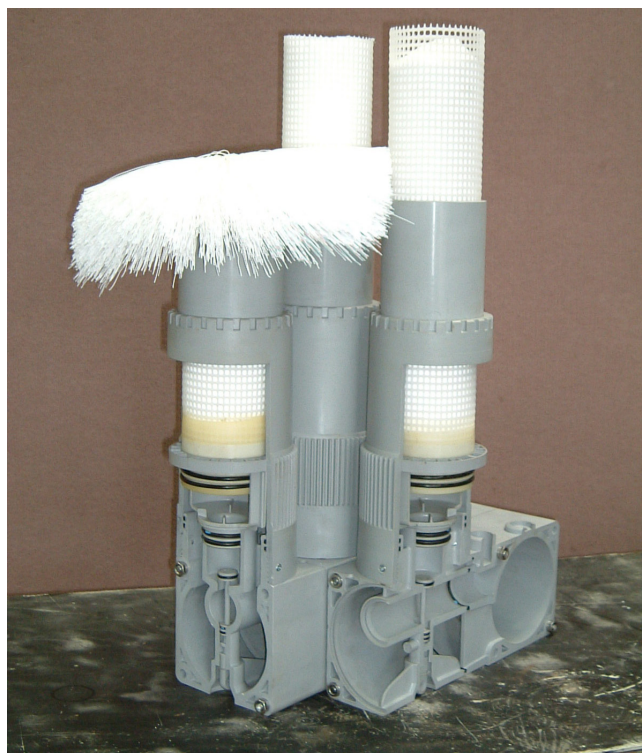

图 1: 照片是带剖面的演示模型, 展示了 Memcor 低压中空纤维膜组件、外壳、产品水截止阀及其他部件的细节。
- 复合端盖: 是铸模成型的尼龙组件, 可允许成排的膜壳轻松地接入。复合端盖在大型膜堆上非常典型 (见右图 1 所示)。